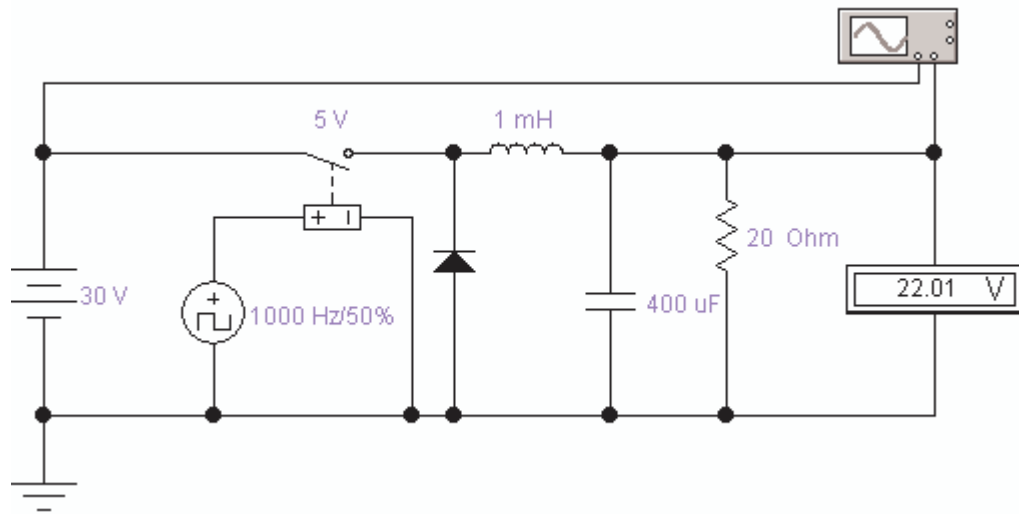

Рис.3
2. Дослідження принципу дії понижуючого перетворювача рис.3.